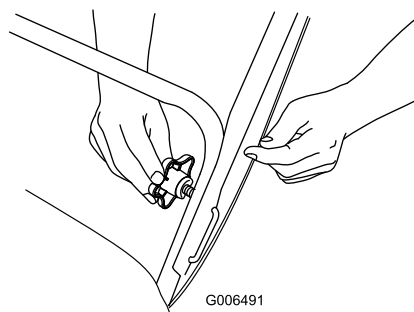

Figure 5
1. Dispositifs de blocage en « U » (2)      2. Boutons de guidon
2. Insérez le dispositif de blocage en « U » dans le trou libre du guidon et serrez fermement les boutons du guidon (Figure 5).